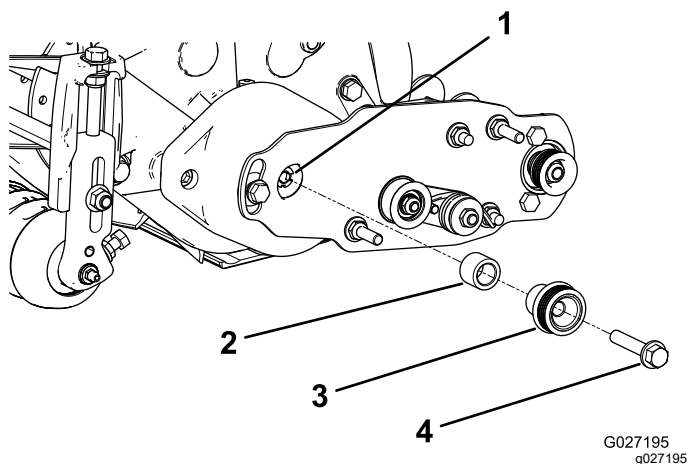

图 15
1. 将隔片插入轴承座的轴中 图 15。
2. 将驱动皮带轮插入隔片和驱动轴 图 15。
3. 用一个凸缘头螺栓 3/8 x 2 英寸将皮带轮和隔片固定到驱动轴上请参阅 图 15。